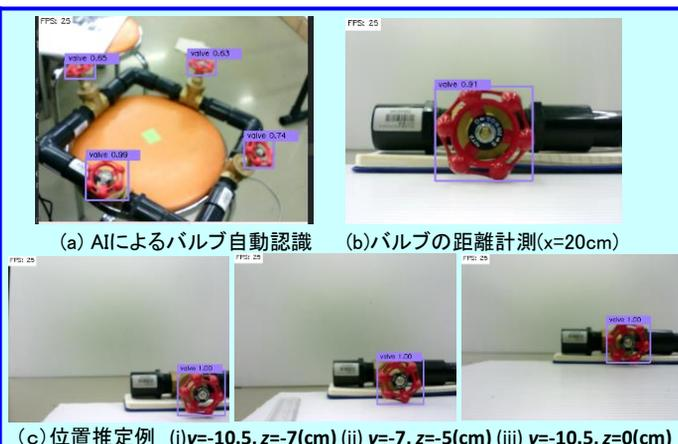

図2 SSD()によるバルブ形状学習と単眼カメラによるバルブ位置計測
- (2) SSD(Single Shot Multibox Detector)を用いたバルブの自動認識…バルブをSSDを用いて機械学習させ、マニピュレータ搭載の単眼カメラで認識し、距離や位置も自動計測する手法を研究している(図2参照)。
- (3) レスキューロボット搭載用自律マニピュレータの研究…上記の手先位置の座標を基に、ROS(Robot Operating System)とMoveIt!を組み合わせ、バルブの自動開閉を実現している。(代表論文1)参照